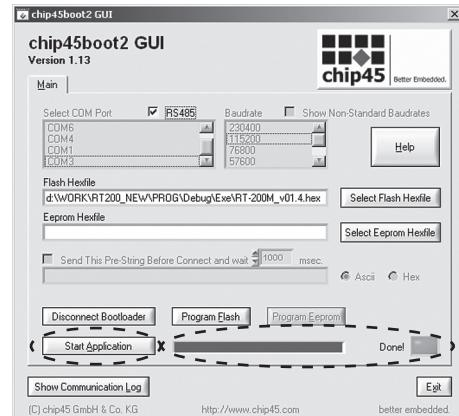

Рис. 28.
11. Убедиться в окончании процесса загрузки – полная синяя шкала, и сообщение «DONE!» + «Зеленый индикатор», Рис. 28.
12. Нажмите «Start Application», Рис. 28.